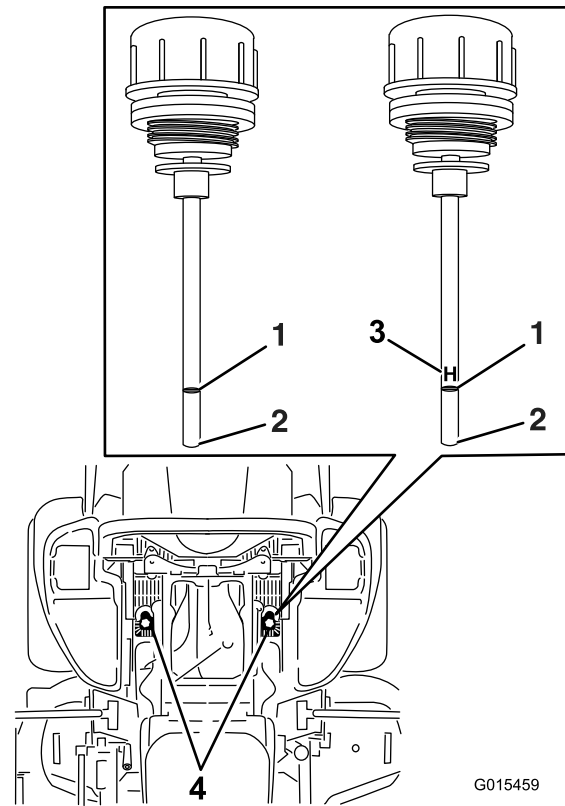

Figure 96
- Nettoyez la surface autour des jauges des réservoirs du système hydraulique (Figure 96).
- Sortez une jauge du réservoir hydraulique (Figure 96).
- Ressortez la jauge et examinez l'extrémité (Figure 96).